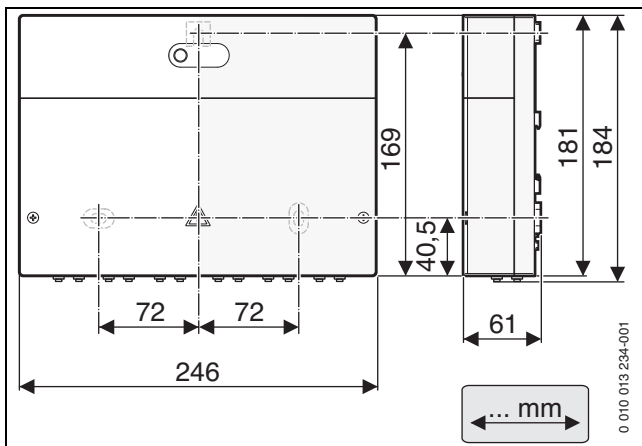
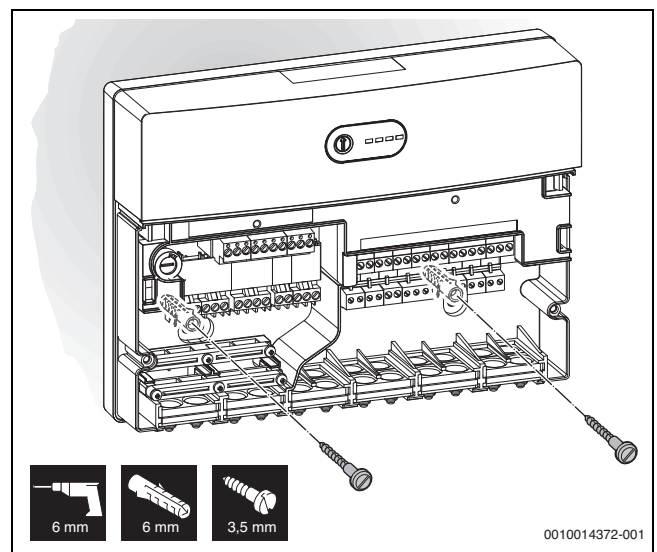
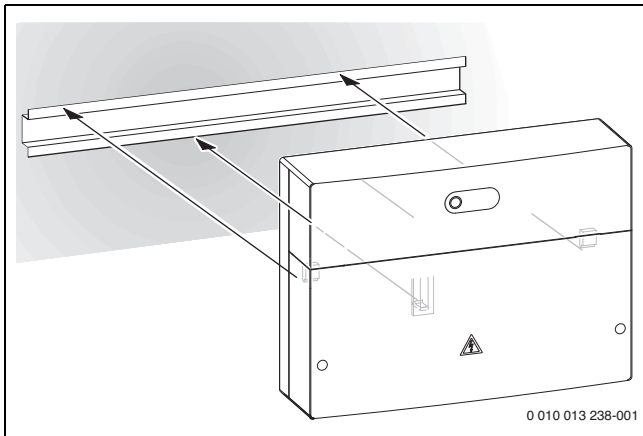

Bild 12 Abmessungen des Elektronik-Moduls
Bild 15 Elektronik-Modul an der Wand befestigen
Bild 16 Elektronik-Modul an Hutschiene befestigen
- Modul an einer Wand (→ Bild 12 – Bild 15), an einer Hutschiene (→ Bild 16) oder in einer Baugruppe installieren.